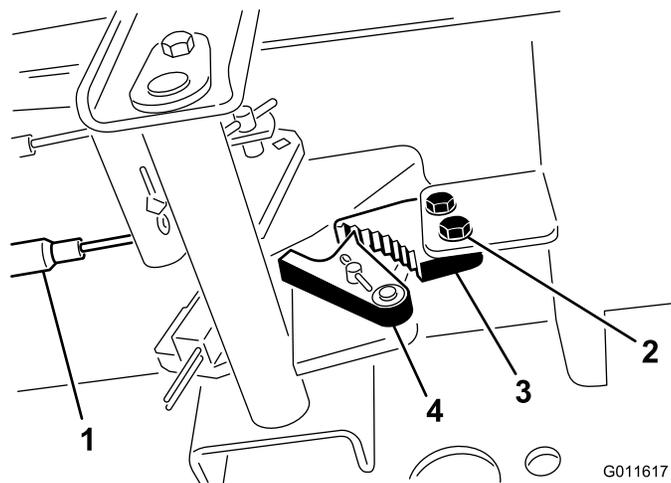

図 73
1. 駐車ブレーキのツメをフレームに固定しているネジ2本をゆるめる(図 73)。
2. ブレーキのツメが戻り止めに完全に掛かるまで駐車ブレーキペダルを前に踏み込む(図 73)。